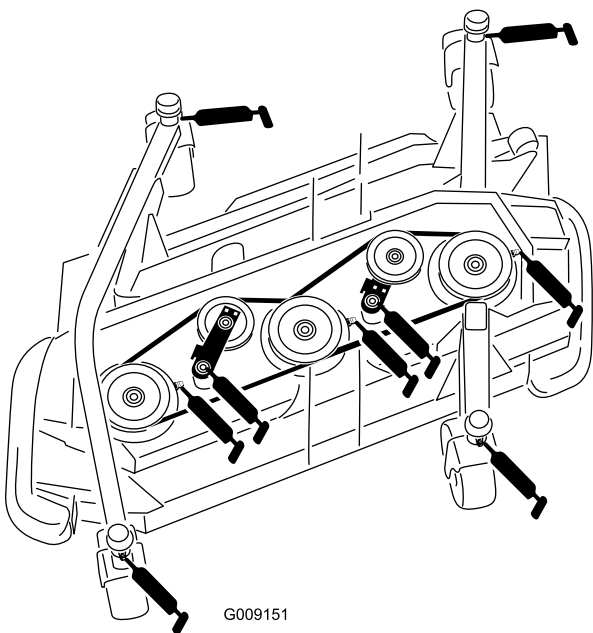

Figura 85
- Casquillo del eje de la horquilla de la rueda giratoria (4) (Figura 85)
- 3 casquillos del eje de la rueda giratoria (ubicados en la carcasa) como se muestra en Figura 85
- 2 casquillos del pivote del brazo libre (ubicados en el eje del brazo libre) como se muestra en Figura 85